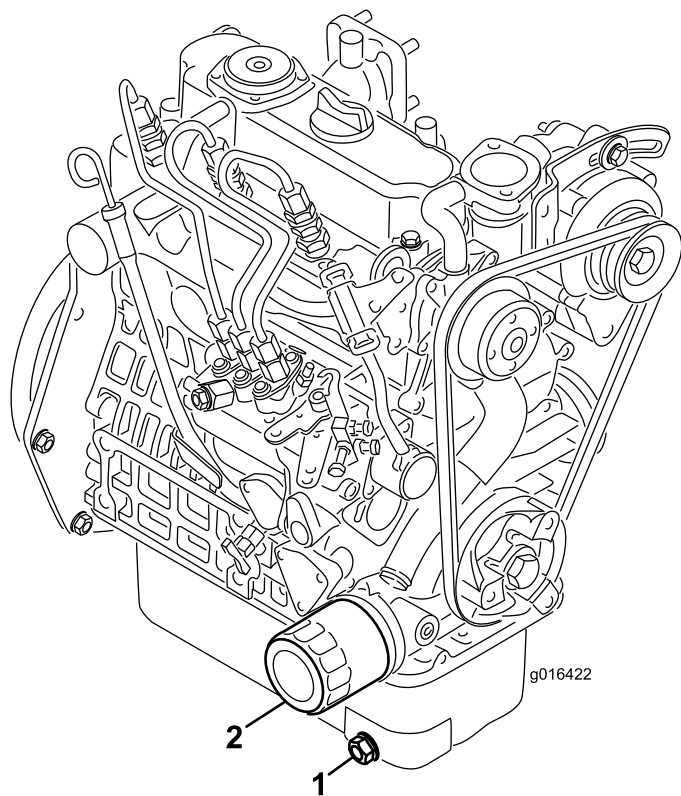

図 34
- ドレンプラグ 図 34 を外してオイルを容器に受ける。オイルが抜けたらドレンプラグを取り付ける。